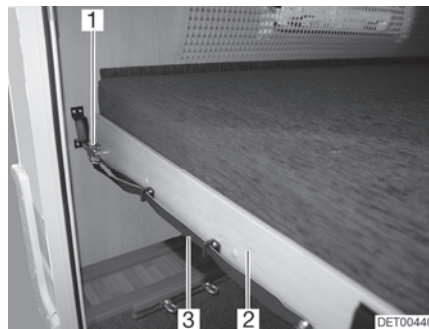

Bild 74 Våningssäng (bak)
- Dra i bandet (Bild 74,3) och lossa spärren (Bild 74,1).
- Dra fram ribbotten (Bild 74,2) med madrassen så att den hakar i.